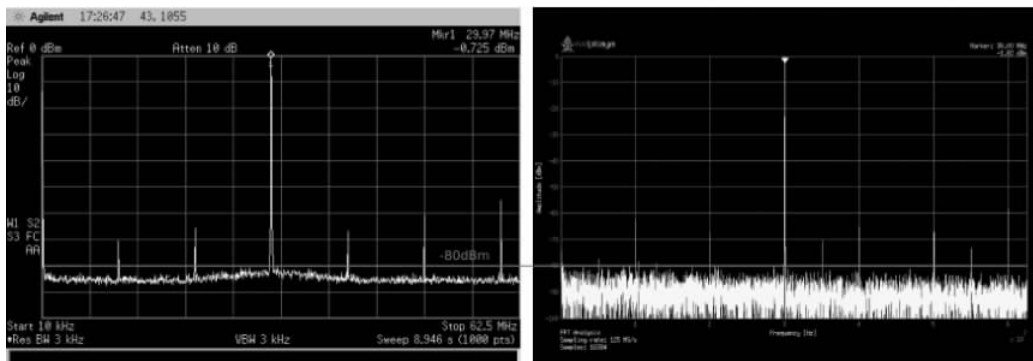

图 3-16 参考信号(0dBm,30MHz)
(22) 参考信号：0dBm,30MHz,如图 3-16 所示。